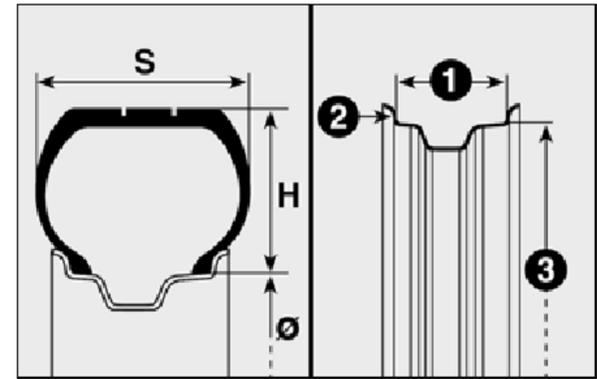

fig. 4
### UNDERSTANDING TYRE MARKING fig. 4
**UNDERSTANDING RIM MARKING fig. 4**